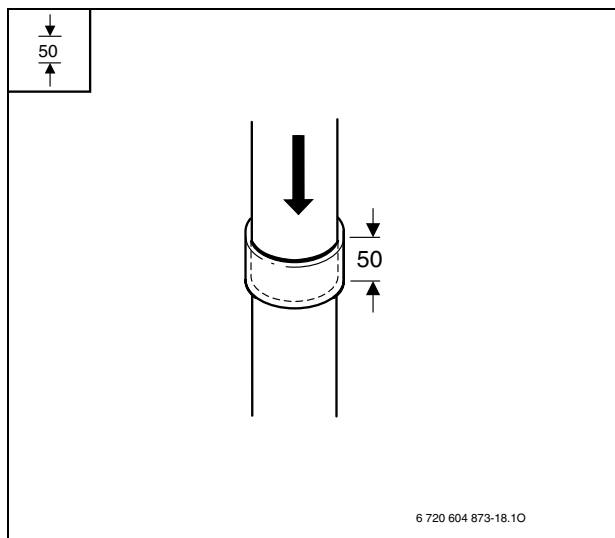

Fig. 2
- ▶ Inserire gli accessori per scarico fumi fino al bloccaggio (in questo caso: 50 mm profondità di inserimento) (Fig. 2).